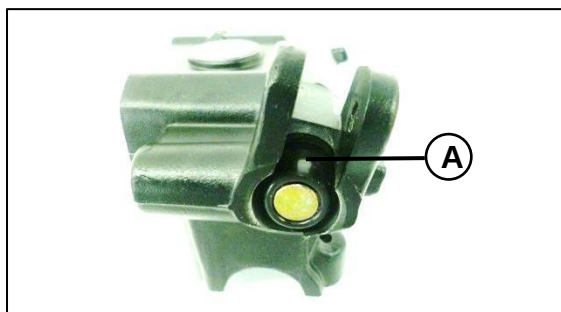

Fig. 17
Retire la bomba del manubrio y con especial cuidado retire el guardapolvo del pistón (A). **Fig. 17**